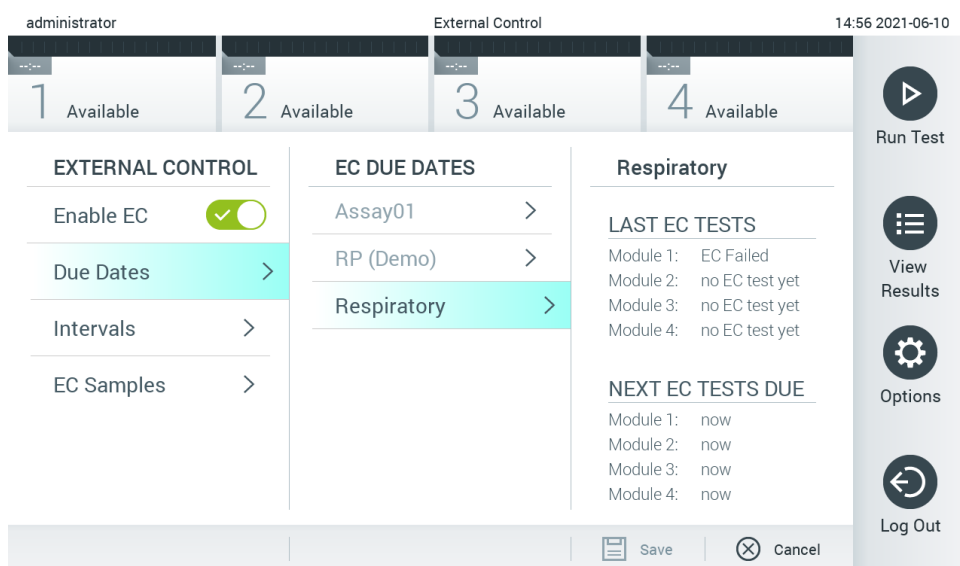

Bild 51. Skärmen External Control Due Dates (Förfalldatum för extern kontroll).
3. Välj **Due Dates** (Förfalldatum) och sedan en analys från listan för att se när det senaste testet för extern kontroll utfördes per analys och analytisk enhet samt när nästa test för extern kontroll ska ske senast (bild 51).